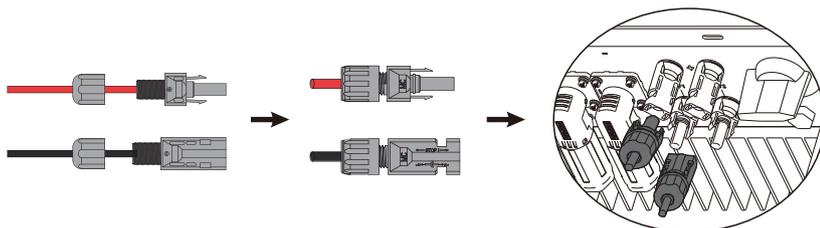

Figure 4.1-3 La fiche PV est connectée à l'onduleur
**Étape 3.** Vissez le capuchon et branchez-le du côté de l'onduleur. Un clic se fera entendre si les connecteurs sont correctement insérés dans les fiches PV. Voir la figure 4.1-3.